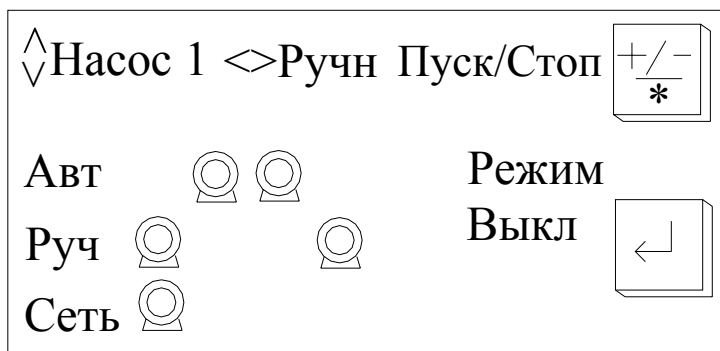
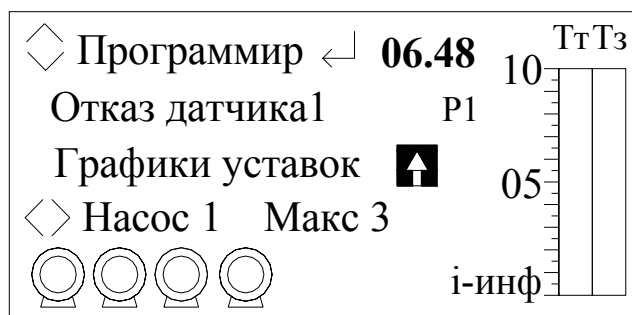
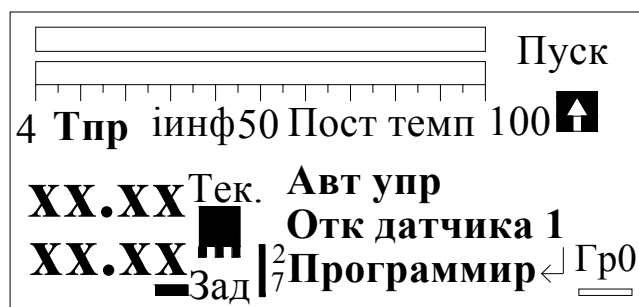
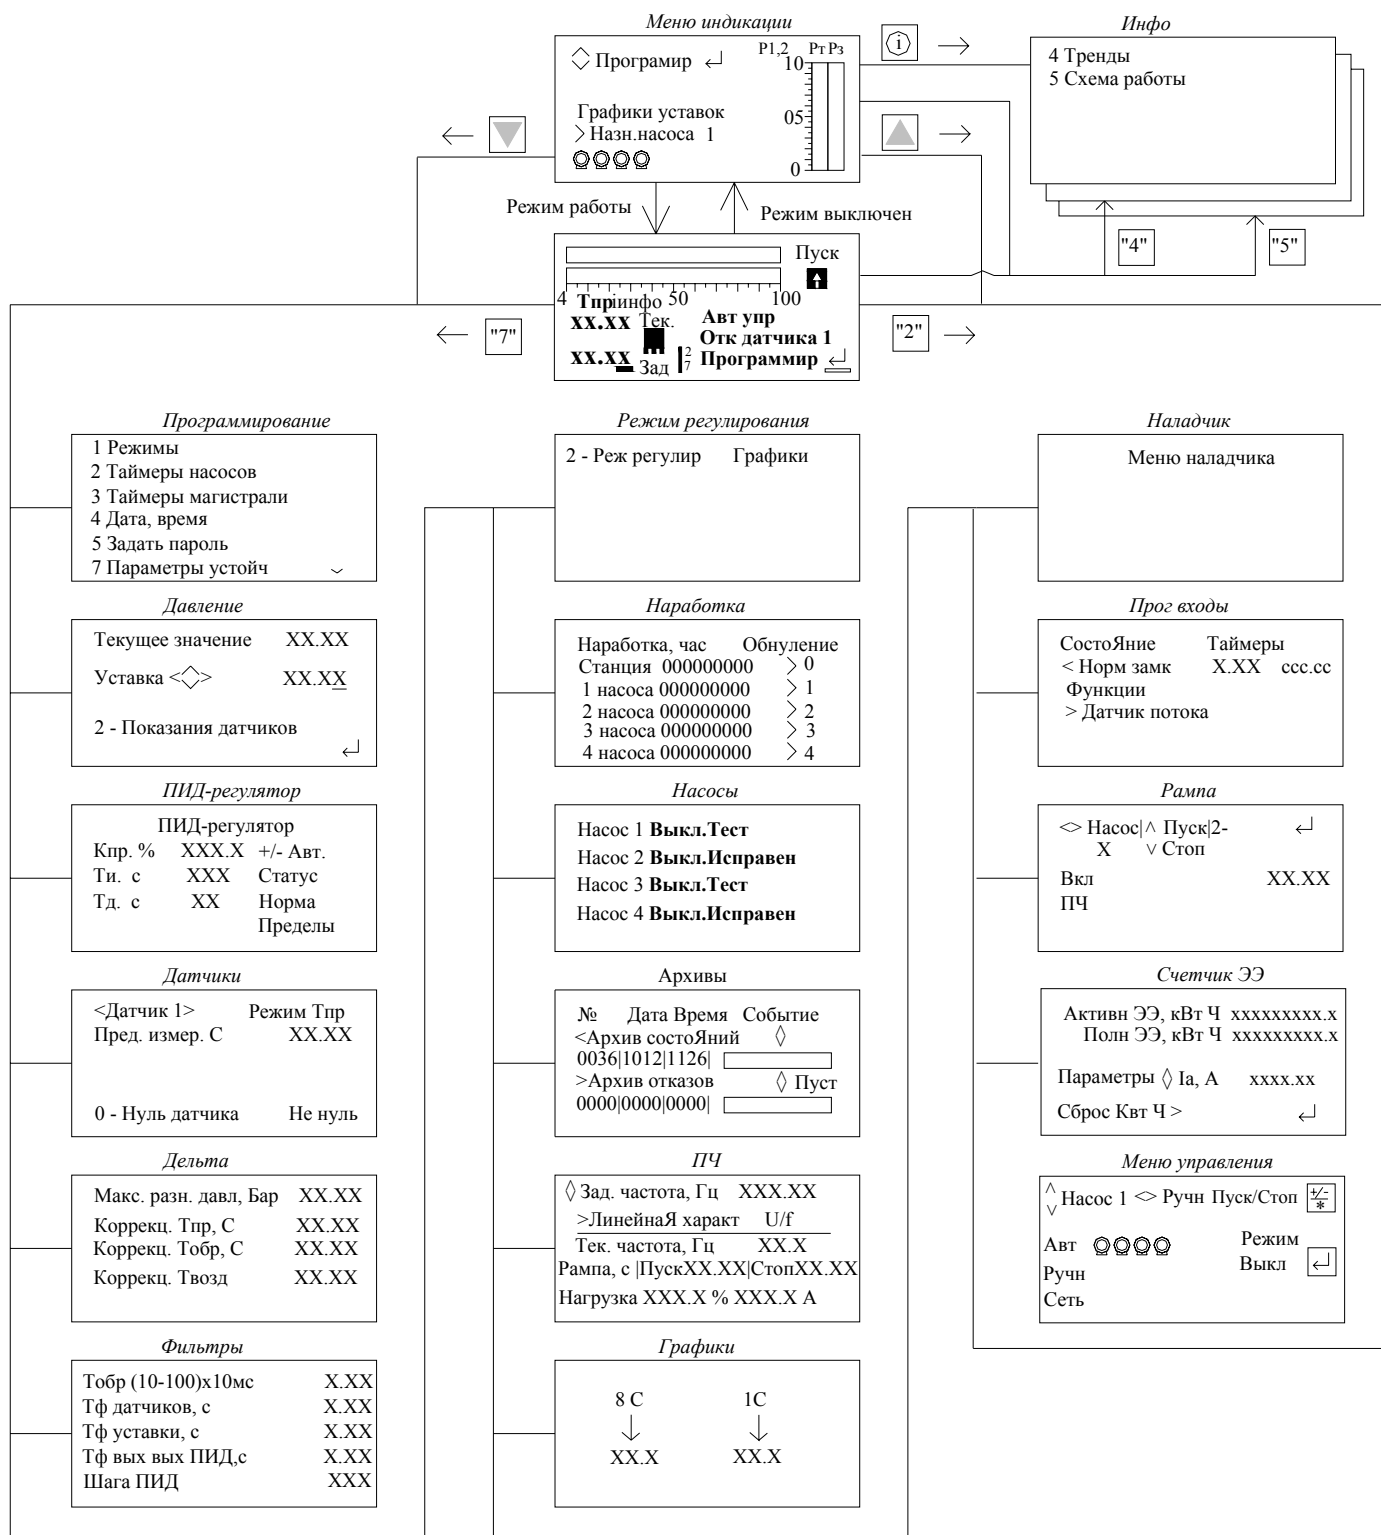

Рис. 12. Меню дистанционного управления насосами
Рис.13. Меню индикации
Рис.14. Меню Режим работы
Рис.16. Стек перехода к экранам комплекса
«**Постоянная температура**» - работа комплекса регулирования по поддержанию постоянной уставки температуры, выставленной на экране «**Меню индикации**» (рис.13) или меню «**Режим работы**» (рис.14).
Для дистанционного управления комплексом с использованием программы удаленного доступа (Приложение 1), а также для работы со SCADA – системами в комплексе предусмотрено меню управления насосами (Рис. 12). Вход в меню осуществляется из стека перехода (рис. 16) выбором значения «**МенЮ управления**» в строке индикации стека перехода меню Индикации (рис. 13) или Режимы работы (рис. 14).
При подаче напряжения в схему управления загорается светосигнальная арматура зелёного цвета **«Питание»**, после чего при выключенном режиме работы комплекса на дисплее БУК отображается **«Меню индикации»** (см. рис.13).
После включения комплекса в автоматический режим работы (переключатель «**Режим: 0 – Вкл**» необходимо перевести в положение «**Вкл**»), при этом на экране БУК отобразится меню «**Режим работы**» (см. рис.14).
*Примечание.* Переход из экрана графического отображения к основным экранам (рис. 13, 14) производится в ручном режиме. Для перехода к этим экранам необходимо нажать клавишу «Esc» (Сброс).
Из экрана «**Меню индикации**» и экрана «**Режим**» через стек перехода производится вызов других экранов для программирования и отслеживания состояний системы. Изменение значения стека перехода (рис. 16) производится нажатием клавиш «▲» или «▼». При появлении в стеке названия необходимого экрана для перехода к этому экрану необходимо нажать клавишу «↵».